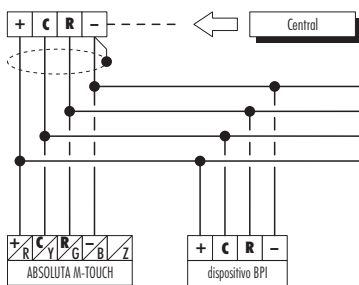

Figura 3 - Cableado.
2. Conecte los cuatro cables del bus BPI a partir del panel de control (+, C, R, -) a los terminales del teclado, como se muestra en la Figura 3.